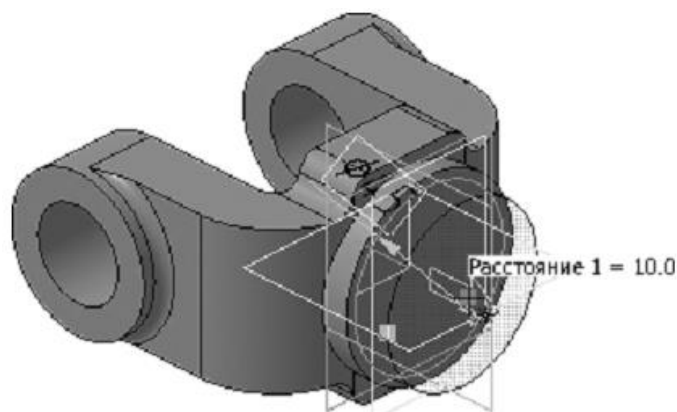

Рисунок 37.
9. После того, как точка будет выделена и рядом с ней появится надпись, содержащая имя и значение параметра, нажмите левую кнопку мыши (рис. 37).